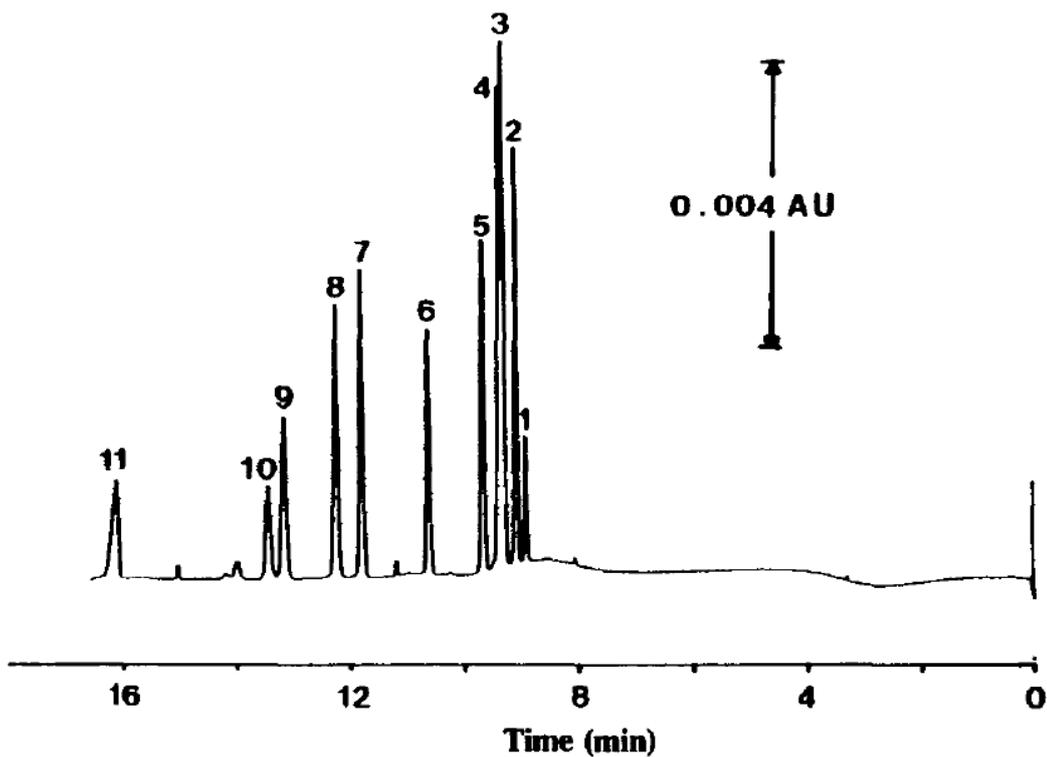

Figure 1 : Electrophorogramme obtenu en mode A.
- 3) Après avoir identifié le mode d'électrophorèse mis en œuvre figure 1, faire un schéma sur lequel sera indiqué : l'anode (+), la cathode (-), l'extrémité d'injection, la fenêtre de détection, la nature de l'écoulement et la direction dans laquelle migre nos différents solutés en tenant compte de tous les phénomènes électrophorétiques.
- 4) Calculer la mobilité apparente des composés (1) et (11) sur la figure 1 et en déduire leur mobilité électrophorétique.
- 5) Sachant que le temps de migration du composé (5) est de 9.72 min et que la largeur à mi-hauteur du pic est de 5,4 s, calculer l'efficacité mesurée. Que pensez-vous de cette valeur par rapport aux efficacités habituelles en CPL ? A quoi est principalement due cette différence ?
- 6) Après avoir rappelé les facteurs dépendant du soluté qui jouent sur la mobilité dans le mode électrocinétique considéré figure 1, justifier l'ordre de migration des composés du tableau 1.
- 7) Quelles sont les modes d'injections possibles en électrophorèse capillaire. Expliquer celui utilisé dans le cas de la figure 1 puis calculer les volumes d'injection des composés 1 et 11, et conclure.
- 8) La même expérience que celle de la figure 1 a été effectuée en augmentant peu à peu uniquement le pH de l'électrolyte. Il a alors été remarqué qu'au-delà d'une certaine valeur de pH, il est observé un seul pic de migration pour l'injection des 5 composés du tableau 1. Quelle(s) explication(s) pouvez-vous proposer à ce phénomène ?
- 9) Quelle(s) solution(s) pourrait-on envisager (figure 1), en conservant le même électrolyte pH fixé, pour réduire le temps de la séparation ? On précisera les limitations des différentes solutions proposées.